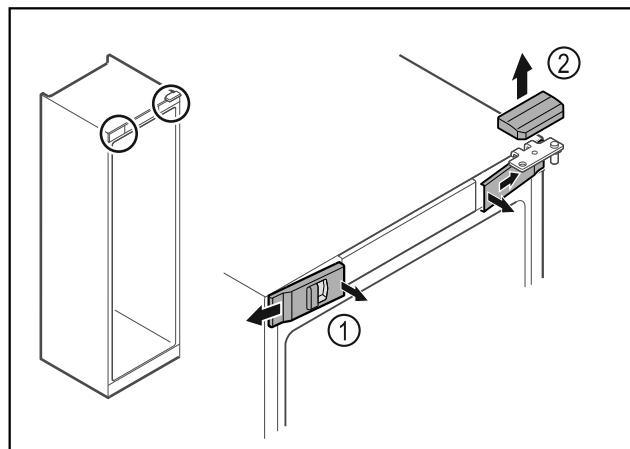

Fig. 14
- Звільніть передні кришки Fig. 14 (1) всередині від фіксатора та поверніть убік.
- Зніміть верхню кришку Fig. 14 (2) вгору.